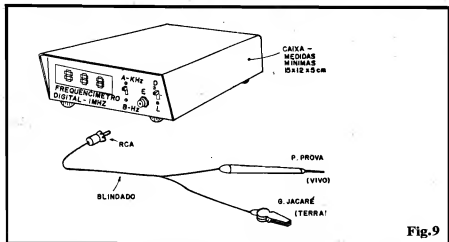

Fig.9
- FIG. 9 - "AGASALHANDO" O FRED... - Um bom instrumento de medição e teste, não deve ser